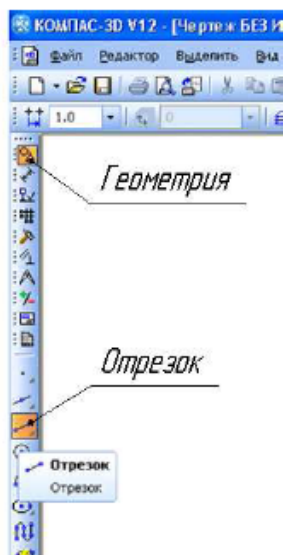

Рисунок 20 – Построение отрезка
1. Построение отрезка 1. Создайте документ через головное меню **Файл** → **Создать** → **Фрагмент**. В компактной панели инструментов, рис. 20 выберите панель Геометрия , ниже активизируйте команду Отрезок .